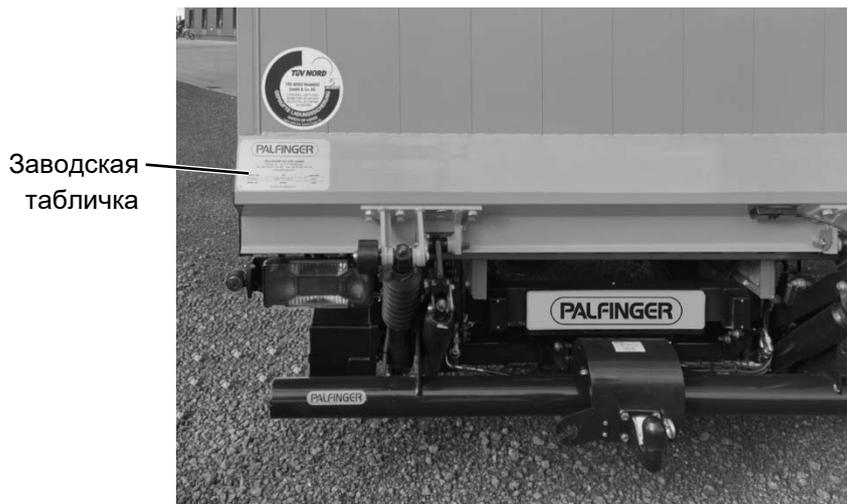

Рисунок 52: Заводская табличка
- ▶ Наклейте на платформу входящую в объем поставки заводскую табличку (см. Рисунок 52).